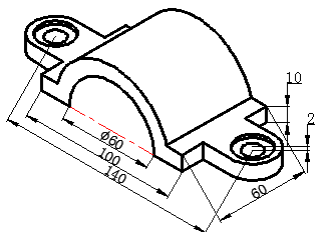
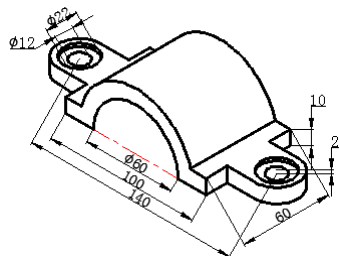

图 12.2.18 创建直径标注
图 12.2.19 创建其他直径标注
Step2. 创建直径的标注。创建图 12.2.18 所示的直径标注。选择下拉菜单 **标注(A)** \rightarrow **对齐(C)** 命令，选取两个端点，使其分别定位于第一原点与第二原点，在命令行输入字母 T（即选择提示中的 **文字(T)** 选项）并按 Enter 键，输入 %%C60 后按 Enter 键，在空白区域中单击一点以确定尺寸放置的位置；完成其他直径的标注，结果如图 12.2.19 所示。